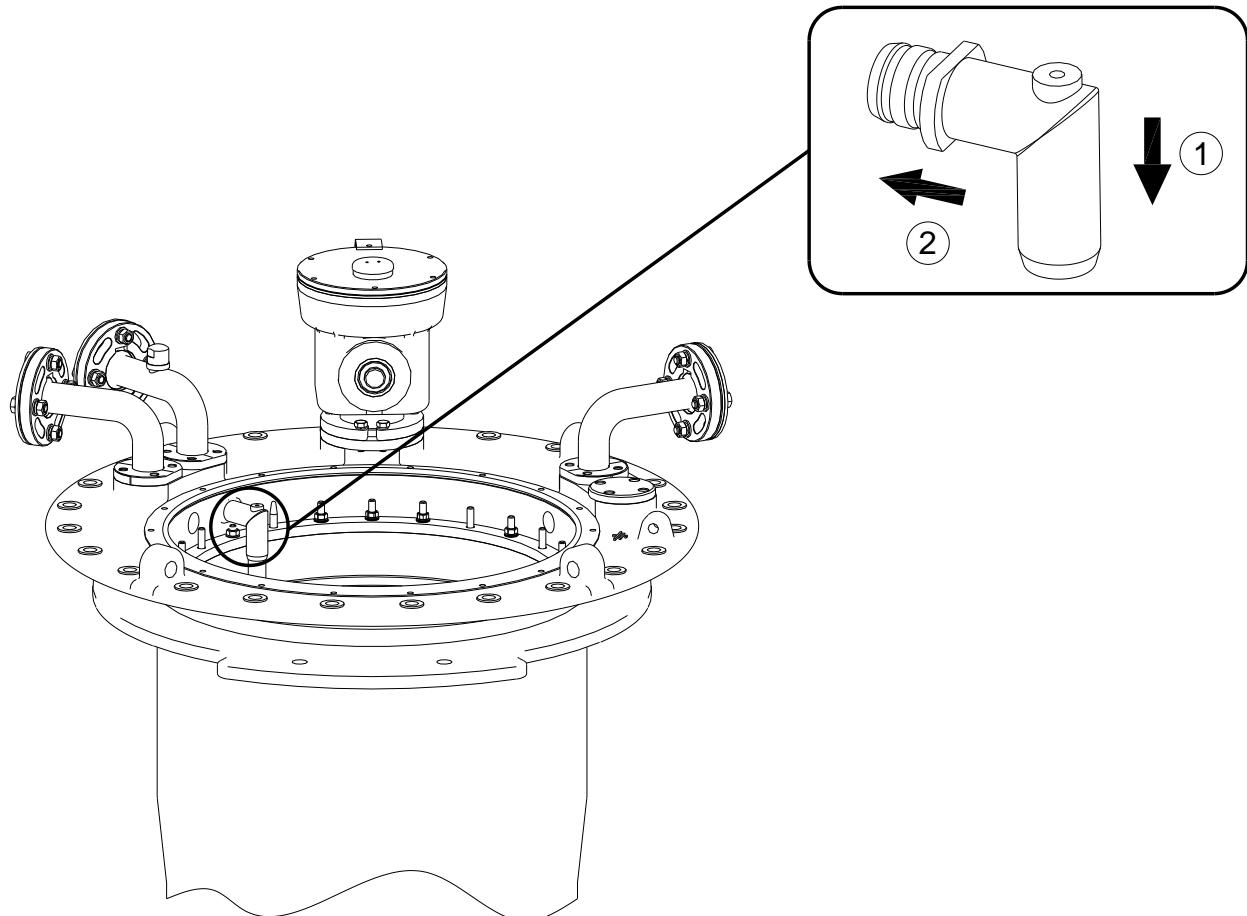

图 5-15 安装抽油管示意图
1. 安装抽油管：把抽油管一端插入切换芯子油室的抽油管定位孔，另一端插入钟罩法兰抽油管孔。(见图 5-15)